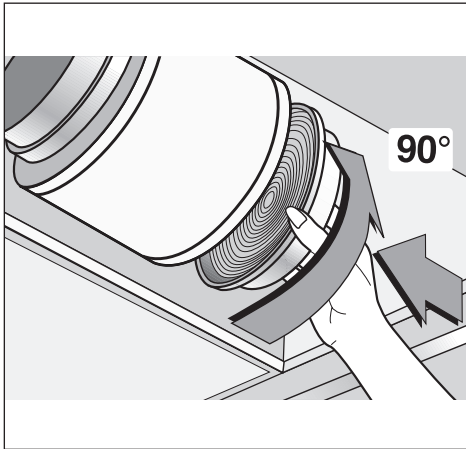

Fig.16
- I filtri devono essere applicati al gruppo aspirante posto all'interno della cappa centrandoli ad esso e ruotandoli di 90 gradi fino allo scatto d'arresto (Fig.16).